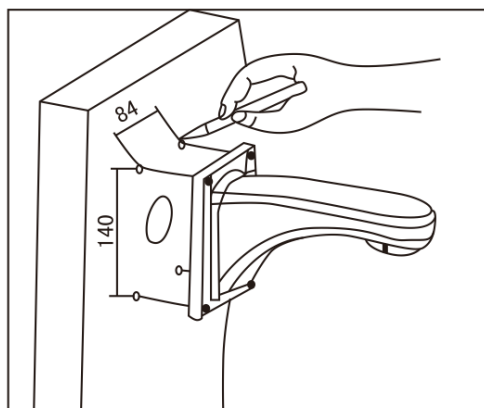

图2
a. 如图2所示，以壁挂支架底面的安装孔为模板，在墙壁上画出打孔位置，并打孔。